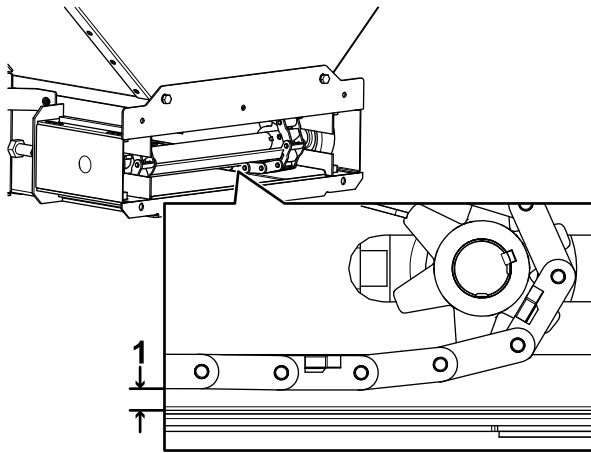

Figure 26
3. Contrôlez l'écartement entre la chaîne à maillons articulés et le plateau de nettoyage (Figure 26).